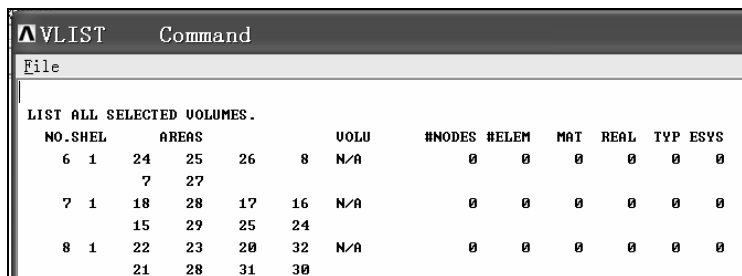

图 2-103 “VLIST Command” 窗口
(6) 依次选择 Utility Menu>List>Volumes, 弹出“VLIST Command”窗口(见图 2-103), 图中显示空心体由三个体构成。